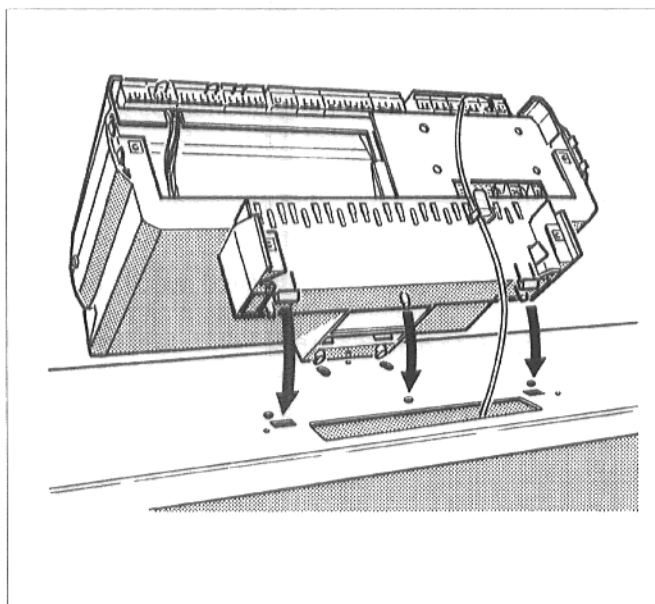

Fig. 12
- Positionner l'appareil de régulation sur le capot avant de la chaudière de sorte que les ergots d'emboîtement situés sur le dessous de l'appareil de régulation s'emboîtent vers l'avant dans les fentes oblongues (fig. 12).
- En même temps, faire passer les tubes capillaires de la sonde thermostatique et, en cas de régulation „Ecomatic“, la conduite de sonde thermostatique de l'eau de chaudière dans l'ouverture du capot avant de la chaudière (fig. 12).
- Tirer l'appareil de régulation vers l'avant en le poussant vers le bas jusqu'à ce que les deux ergots en caoutchouc s'enclenchent dans les fentes arrières (fig. 12).